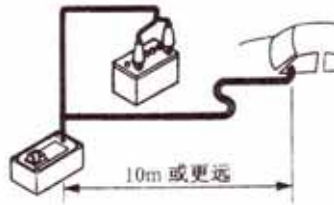

图 21 报废装有安全气囊的车辆
- d) 将 SST 移走,使其离车辆的前部至少 10m,见图 21。